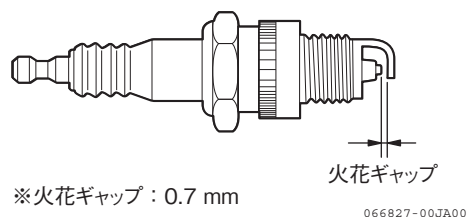

図 4-34 火花ギャップ
5. 火花ギャップ（電極すき間）を0.7 mmに調整します。(図 4-34)